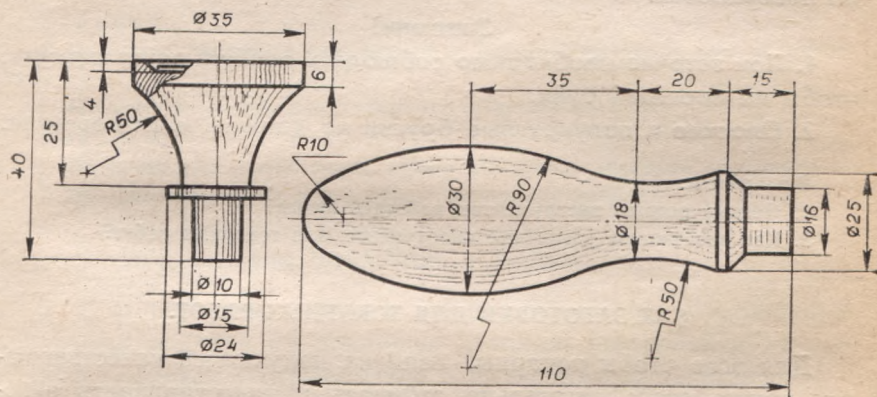

Рис. 125. Ручки.
3. Какой разметочный и токарный инструмент потребуется для изготовления изделий, показанных на рис. 125?